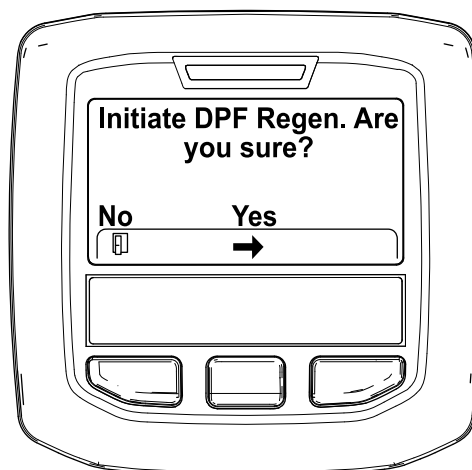

Bild 47
4. Wenn die Meldung „Initiate DPF Regen. Are you sure?“ Angezeigt wird, drücken Sie die mittlere Taste (Bild 47).